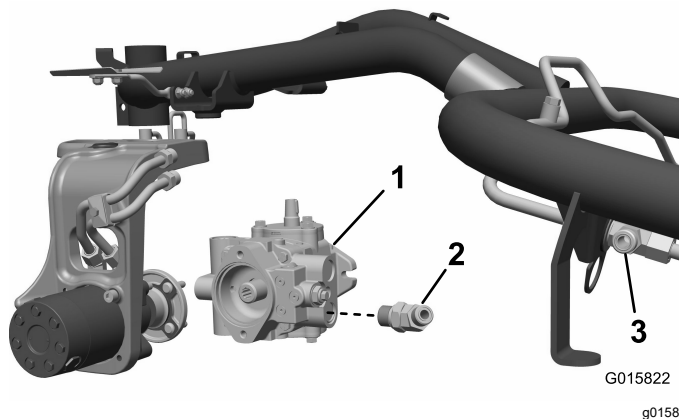

Figure 9
1. Débranchez le flexible inférieur de pompe hydraulique de la pompe et du raccord en T supérieur de traversée au niveau des moteurs avant. Mettez ce flexible au rebut (Figure 9).
Laissez le raccord desserré et orienté vers le haut et l'extérieur (Figure 9).